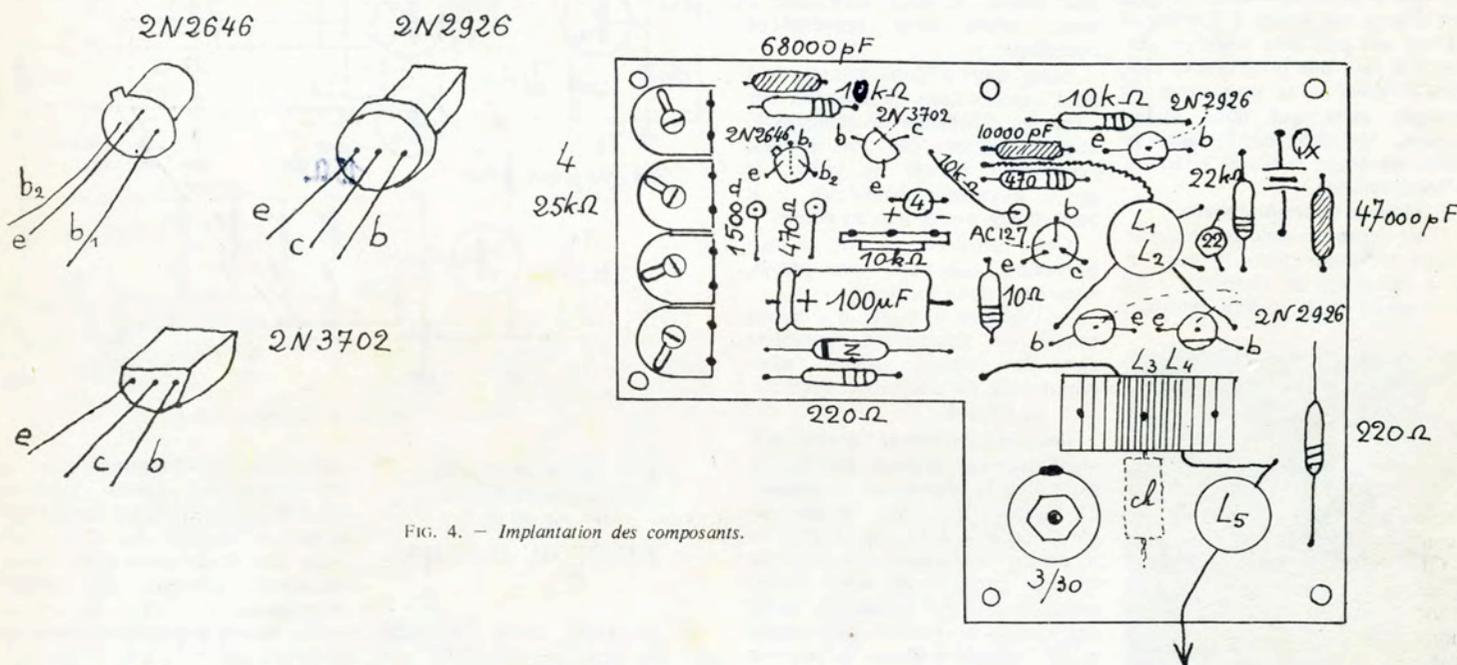

FIG. 4. - Implantation des composants.
-  $L_2$  : 2 fois 2 spires 1/4 fil émaillé soie 45/100, centrées sur  $L_1$ . Orienter les fils de sortie selon la figure 4.
On disposera les composants en suivant la figure 4.
Souder tous les composants de la partie droite de la figure 4. Ne